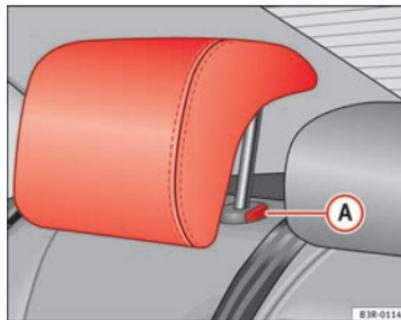

Fig. 111 Plazas laterales del asiento trasero: Apoyacabezas
- Oprima el botón **A** ⇒ fig. 111 y descienda el apoyacabezas.
- Apriete la tecla **A** ⇒ fig. 111 y, al mismo tiempo, extraiga el apoyacabezas.